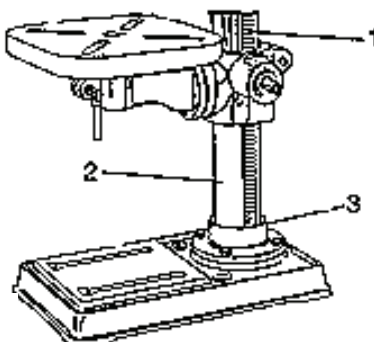

Abb. 5
5. Schieben Sie den Tisch-Befestigungsarm und die Zahnstange (1) sorgfältig auf die Säule (2) (Abb. 5). Setzen Sie den Boden der Zahnstange in den Schlitz (3) an der Bodenplatte der Säule.